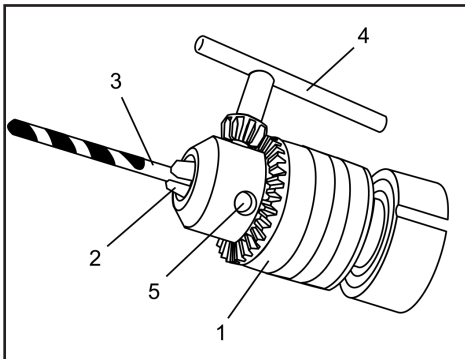

Fig.3
2. Gire el collarín del mandril (1) en sentido contrario a las agujas del reloj hasta que las mordazas del mandril (2) se abran lo suficiente como para aceptar la broca (3) (Fig.3)